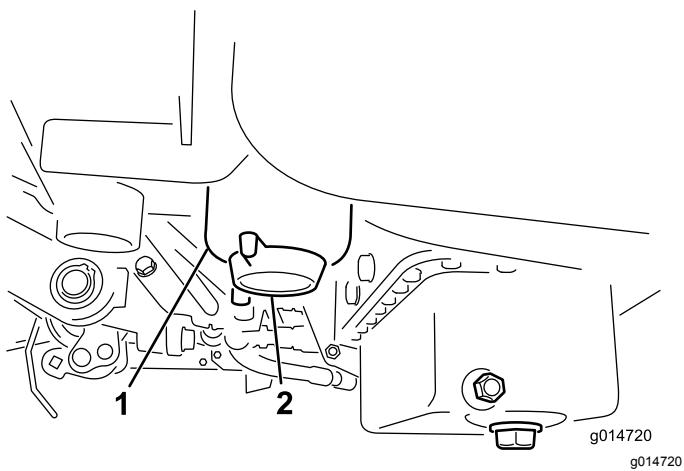

Figura 45
2. Limpe a zona de montagem do recipiente do filtro (Figura 45).
4. Abra o tampão de escoamento do filtro (Figura 45).